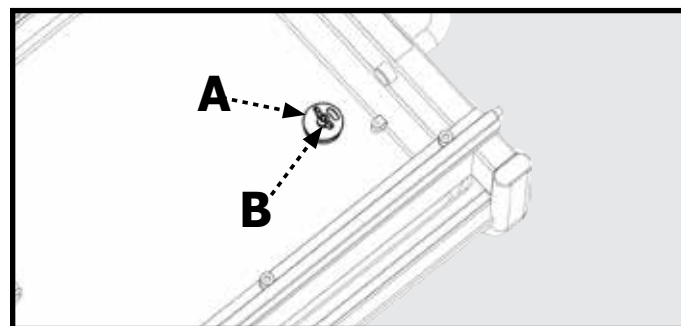

Figure 16
1. Vérifiez que le bouchon de vidange (A, fig. 16) est bien inséré dans le drain et que l'écrou papillon de blocage (B, fig. 16) est serré.